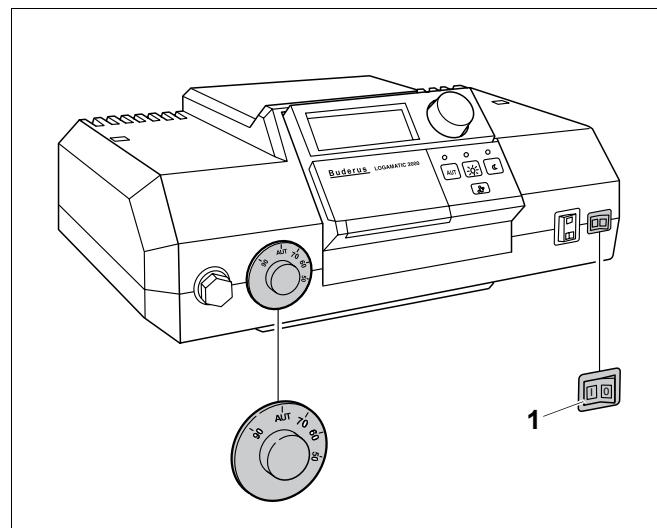
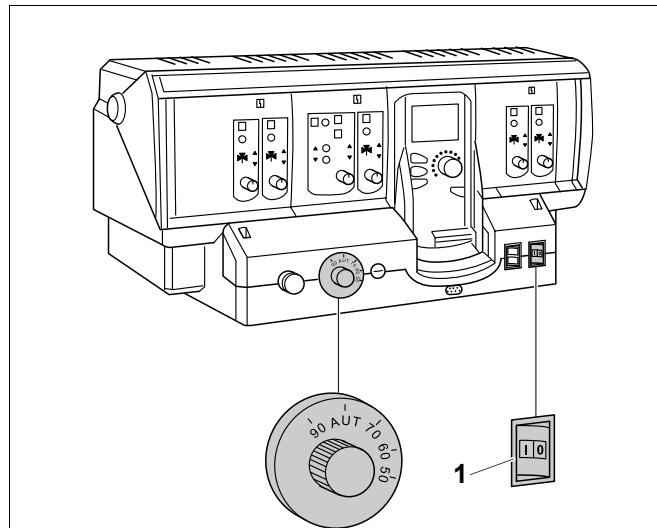

Рис. 37 Система управления Logamatic 2000
Рис. 38 Система управления Logamatic 4000
- Установить пусковой выключатель (рис. 37, поз. 1 или рис. 38, поз. 1) в положение "0" (ВЫКЛ.).